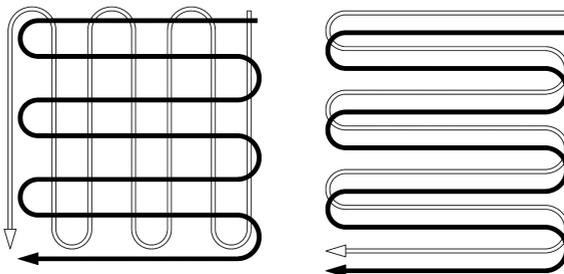

Рис. 11
- При подготовке участка к посеву обрабатывайте почву согласно одной из схем (Рис.11).